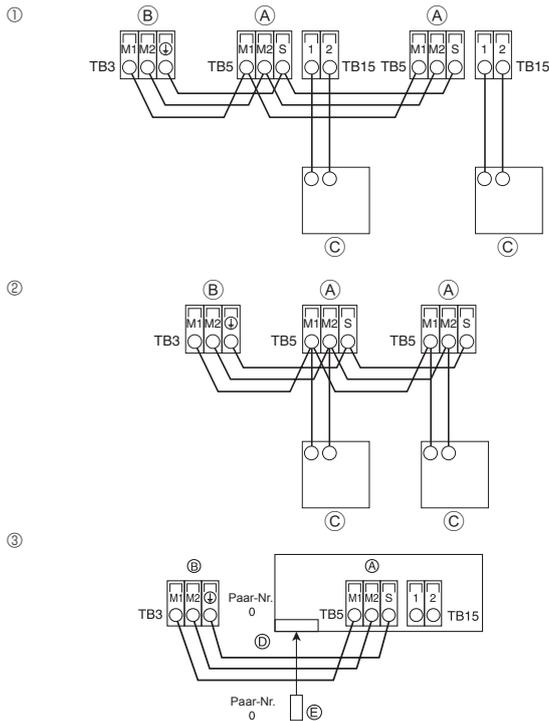

Fig. 6-3
6.4. Anschluss der Fernbedienungs-, Innen- und Außenübertragungskabel (Fig. 6-3)